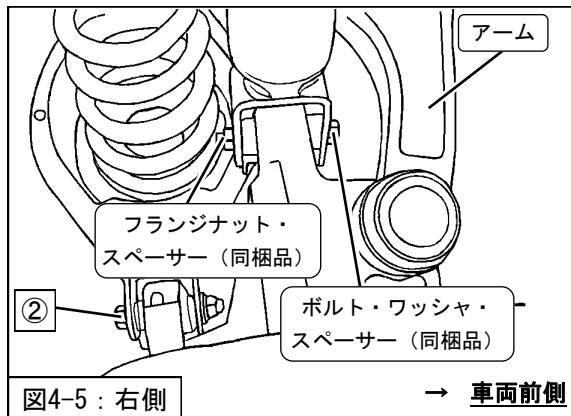
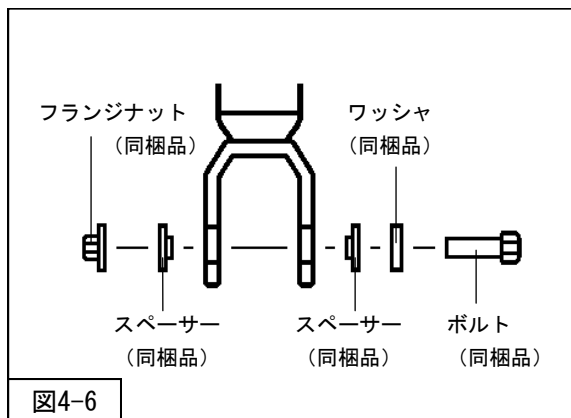

図4-5：右側
図4-6
②ロアリンク取付ボルト・ナット（締付トルク：73N・m）を取付けてください。（図4-5）
フランジナット（M12・同梱品）（締付トルク：123N・m）を取付けてください。（図4-5・図4-6）
※図4-5は右側を表しています。